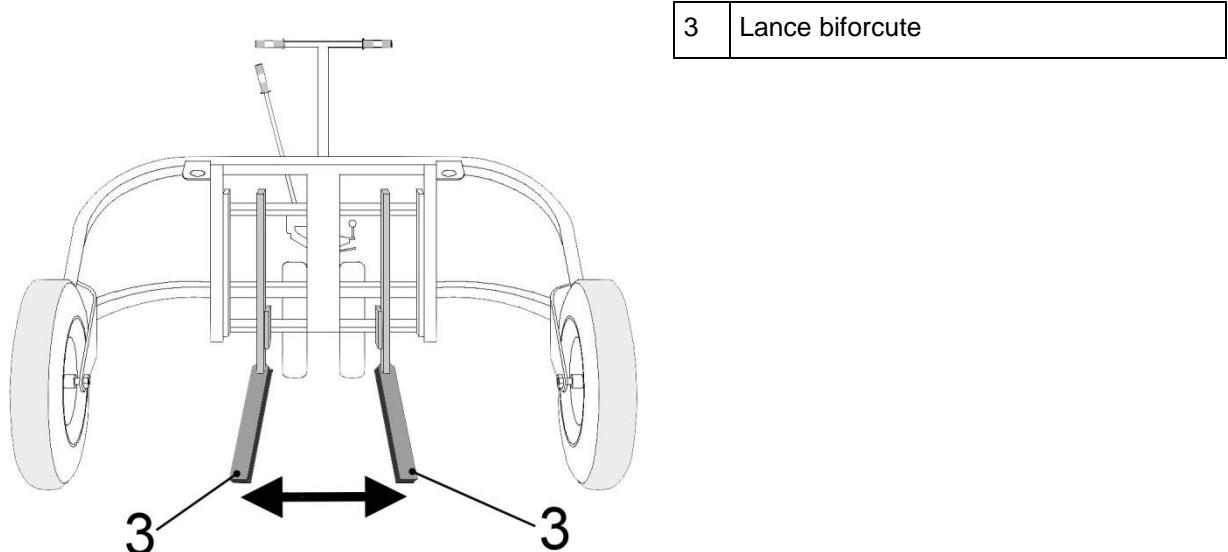

Abb. 1
- Abbassare le forche del carrello (3/Fig. 1) ruotando la **leva di comando II** in senso antiorario.